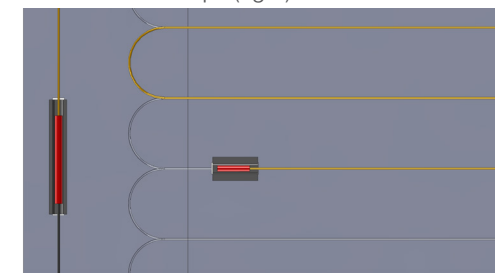

Fig. 2. Slisse for skjøter
5. Legg så ut kabelen, skjær igjennom hele plata der hvor begge skjøter skal ligge. Man må slisse i undergulvet dersom skjøten bygger mere en plata. Monter så aluminiums tape i hullet, legg skjøten nedi, og tape over med aluminiums tape (fig.2)